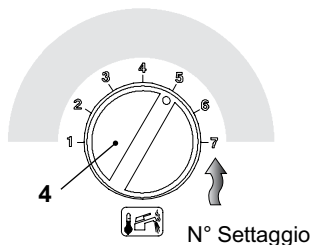

Figura 7.8
- Per visualizzare il settaggio impostato tenere premuto il pulsante di ripristino 6 per circa 5 secondi. Le spie di segnalazione 3 lampeggeranno un numero di volte pari al settaggio (Figura 7.8).